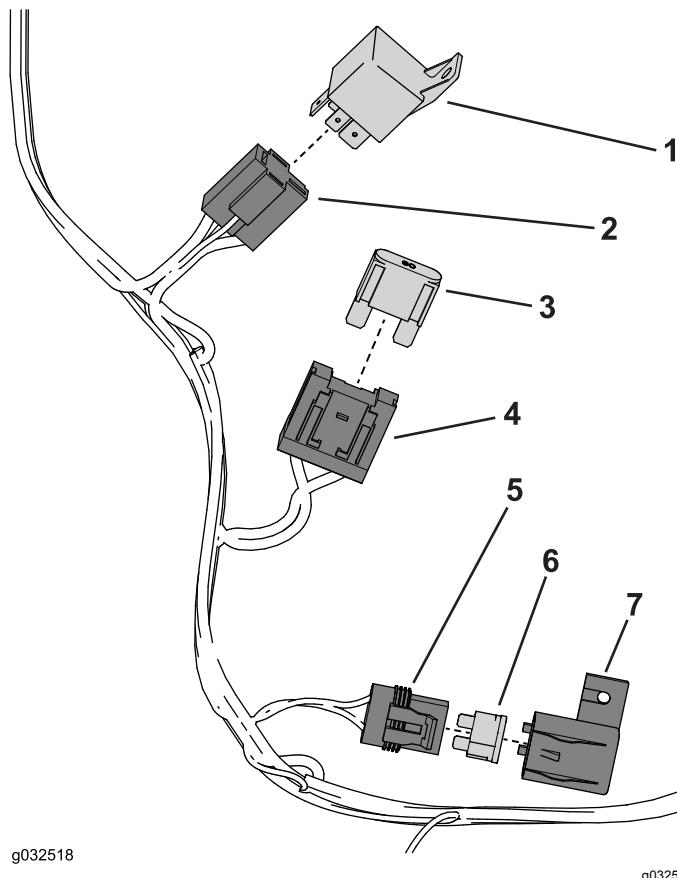

図 37
- リレーコネクタにリレーを取り付ける図37。
- ヒューズホルダーにヒューズ 60Aを取り付ける図37。
- ヒューズアセンブリにヒューズ 10Aを取り付けてヒューズアセンブリキャップで固定する図37。
- ワイヤハーネスに以下の部品を接続する図37。